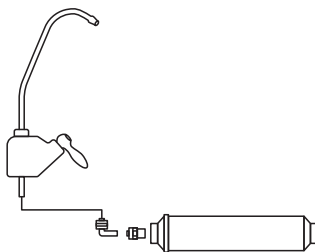

Рис. 35
5.9.7. Для модели Terwa Прайм шланг от крана очищенной воды подключите к постфильтру согласно схеме модели (В - подача очищенной воды в питьевой кран) (Рис. 35).